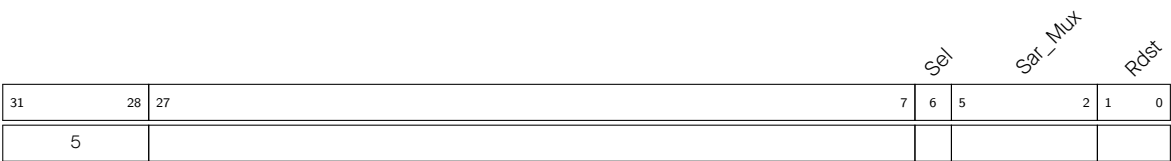

图 1.5-18. 指令类型 - ADC
- Operand** **描述** - 见图 1.5-18